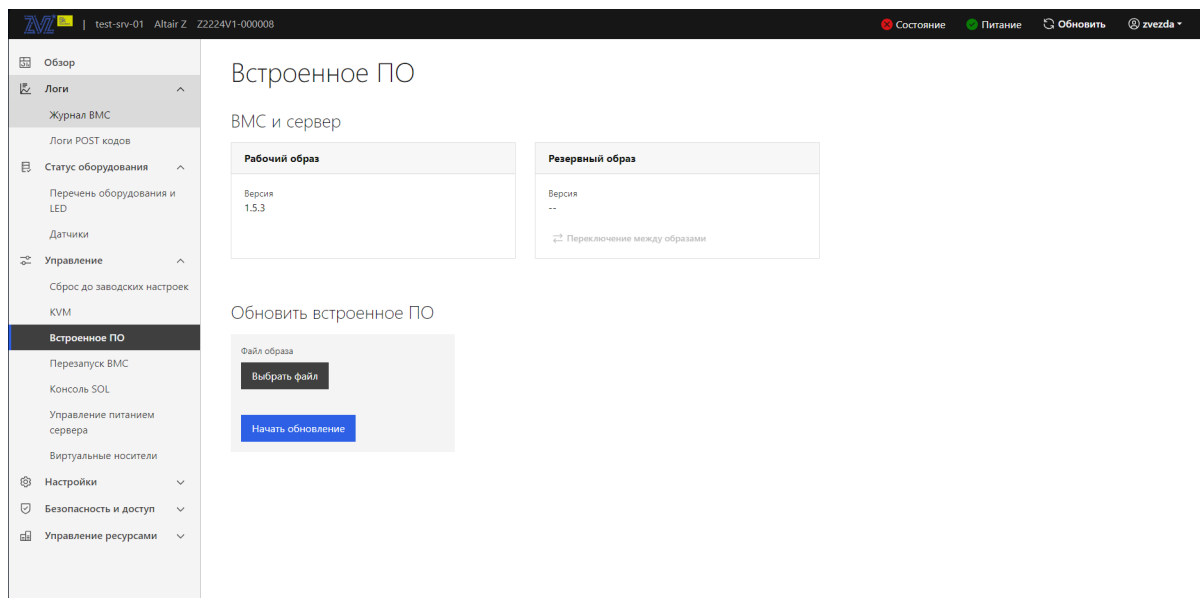

Рис. 97. Окно «Встроенное ПО»
- 2) Пройдите во вкладку «Управление» → «Встроенное ПО». Окно показано на рис. 97 Окно «Встроенное ПО»